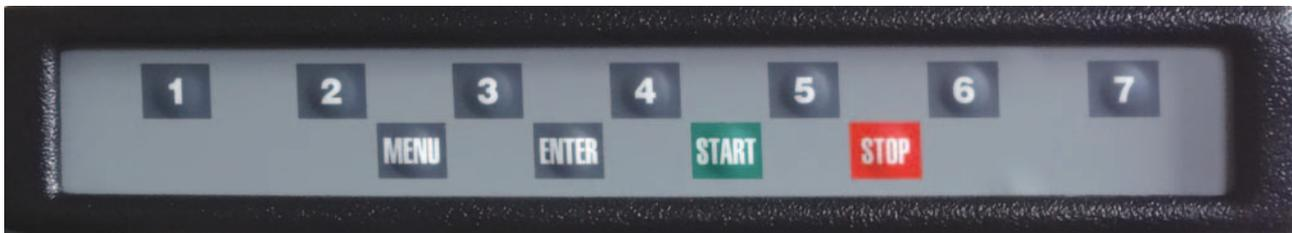

рис.8.1.
8.1. Описание клавиатуры. Данная модель СБ имеет клавиатуру, состоящую из 11 кнопок, расположенных в два ряда (рис. 8.1). Верхний ряд из семи кнопок, пронумерованных от 1 до 7 и имеющих разное функциональное назначение, которое указывается в каждый момент на изображении кнопок в нижней части экрана монитора. Четыре кнопки нижнего ряда имеют постоянное функциональное назначение: кнопка "МЕНЮ" - для входа в режим меню, кнопка "ENTER" - для ввода в память различных параметров, кнопка "СТАРТ" - для запуска вращения вала, кнопка "СТОП" - для выхода из различных режимов в основной рабочий режим и для экстренной остановки вала СБ.